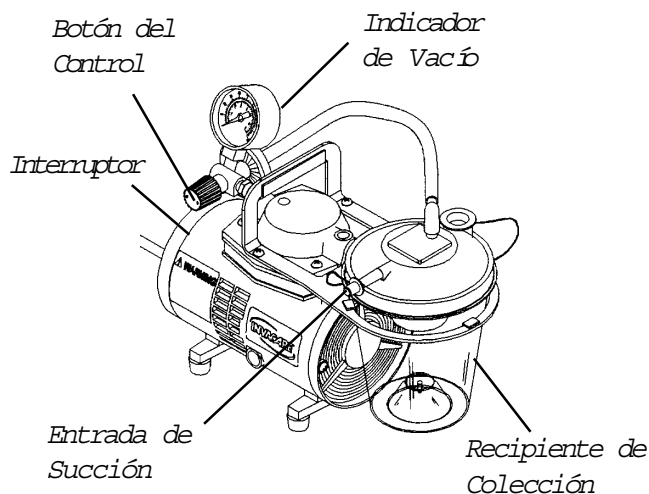

FIGURA 2 - OPERACION
## OPERACION (FIGURA 2)
1. Familiarícese con el Aspirador. FIGURA 2.